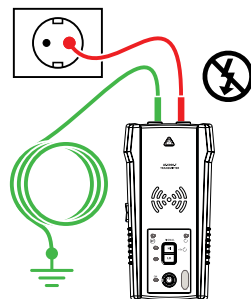

Figure 3.1b
**ATTENTION :** Pour des raisons de sécurité, ceci est autorisé uniquement dans les circuits hors tension. (voir figure 3.1b) N'utilisez pas un fil de terre qui passe parallèlement au fil que vous allez tracer, car cela réduit ou annule le signal de traçage.